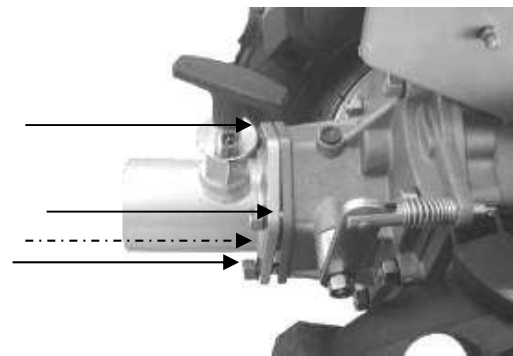

Fig.8
2. Assemblez le manchon de joint et serrez les écrous. Fig.8